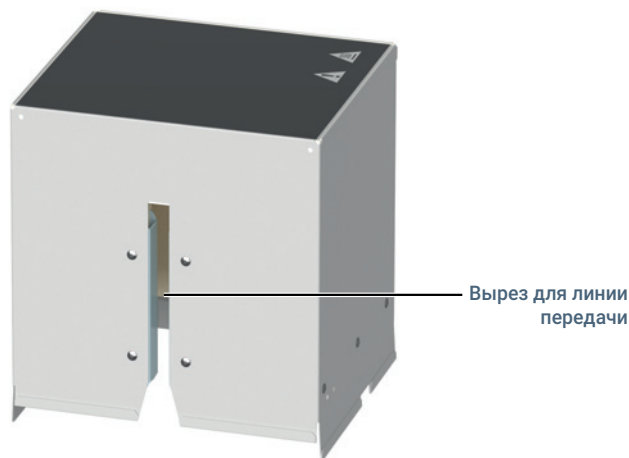

Рис. 5. Вырез для линии передачи в теплоизоляционной камере крана
- 1 Найдите вырез для линии передачи в теплоизоляционной камере крана и совместите его с линией передачи (**Рис. 5**).